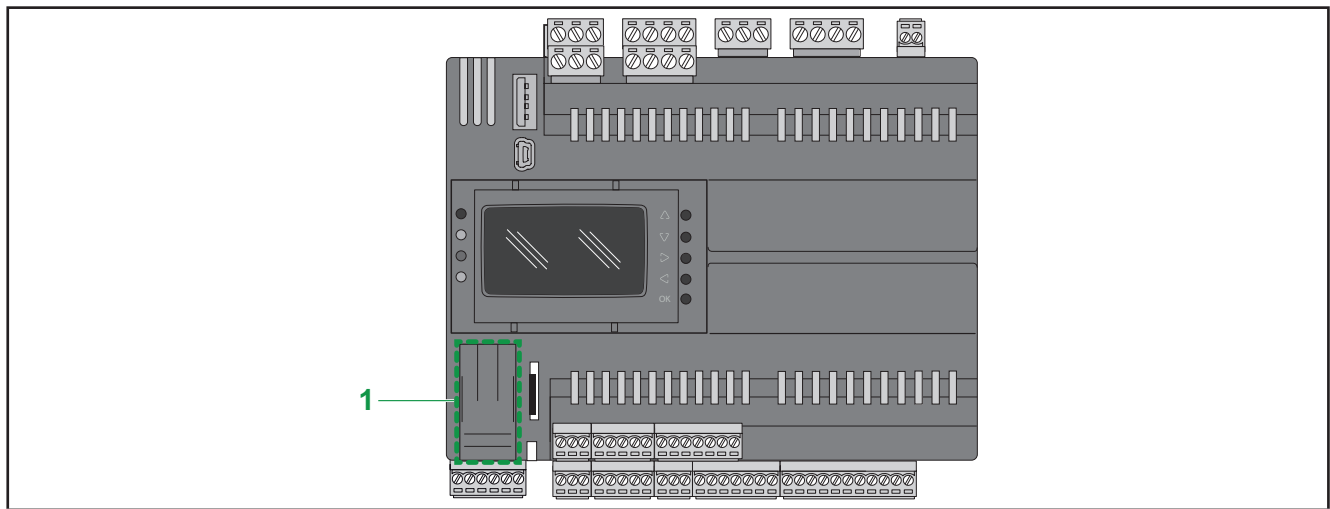

Рис. 50. EWCM 9000 PRO (HF): Карман батареек
Контроллер **EWCM 9000 PRO (HF)** имеет съемную дверку (см. указатель 1 на **Рис. 50** на **странице 74**) расположенную в левой нижней части при фронтальном виде. Под крышкой располагается отсек батареек и 5-контактный разъем-вилка (резервный). Для замены батарейки обращайтесь в офисы техподдержки Eliwell.